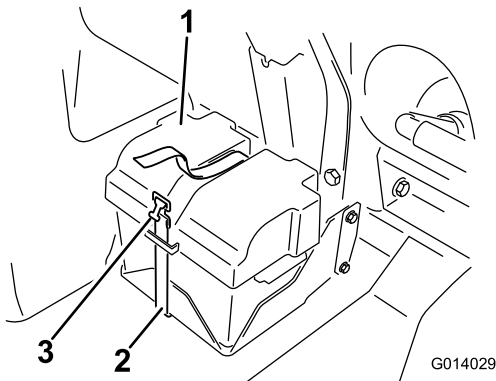

Figure 91
2. Déposez le couvercle de la batterie et débranchez le câble de masse négatif (noir) de la borne de la batterie (Figure 91).
4. Posez le couvercle de la batterie et fixez-le avec la sangle retirée précédemment (Figure 91).